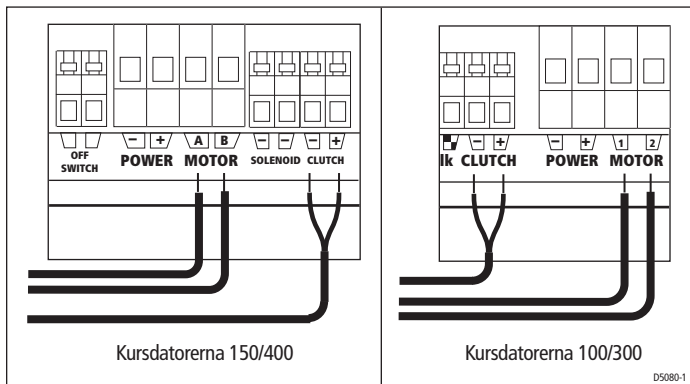

Bild 8: Anslutningar på kursdatorn
4. Anslut kablarna till kursdatorn (se bild 8):